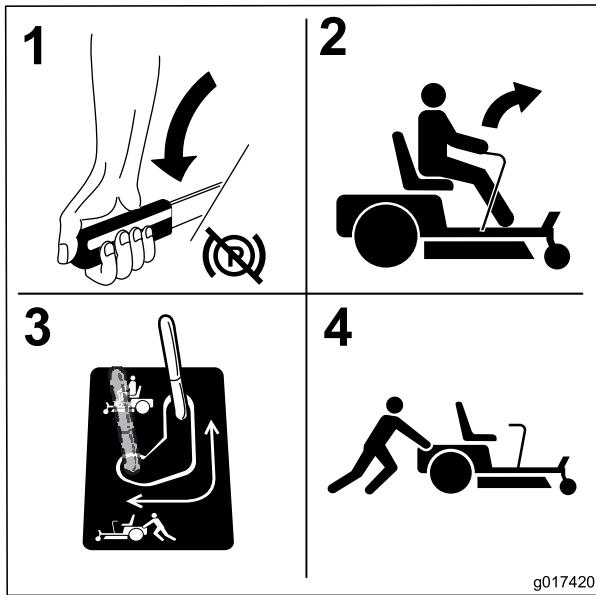

Bild 29
3. Zum Schieben der Maschine bewegen Sie die Bypasshebel nach hinten und außen, um sie zu arretieren, wie in Bild 29 dargestellt. Wiederholen Sie die Schritte an jeder Maschinenseite.
- Schieben Sie die Bypasshebel nach vorne, um die Maschine einzusetzen (Bild 29).